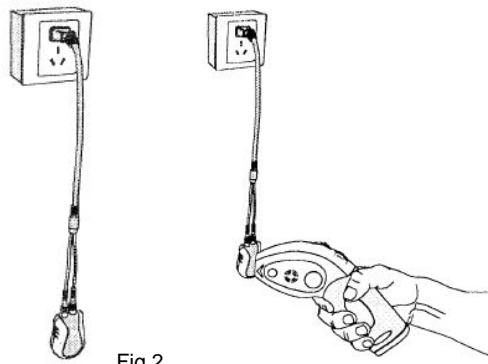

Fig.2
4. El LED rojo del emisor debe encenderse (fig. 2).